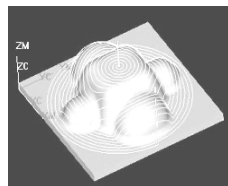

图 1-24 等高线层切方式
(4) 等高线层切法 将零件分成若干层, 一层一层逐层往下切, 在每层中将零件所有区域加工完后再进行下一层。每一层均采用螺旋或圆弧进刀, 同时采用无尖角刀具轨迹, 这样有利于排屑, 也避免了切削力发生突变, 如图 1-24 所示。